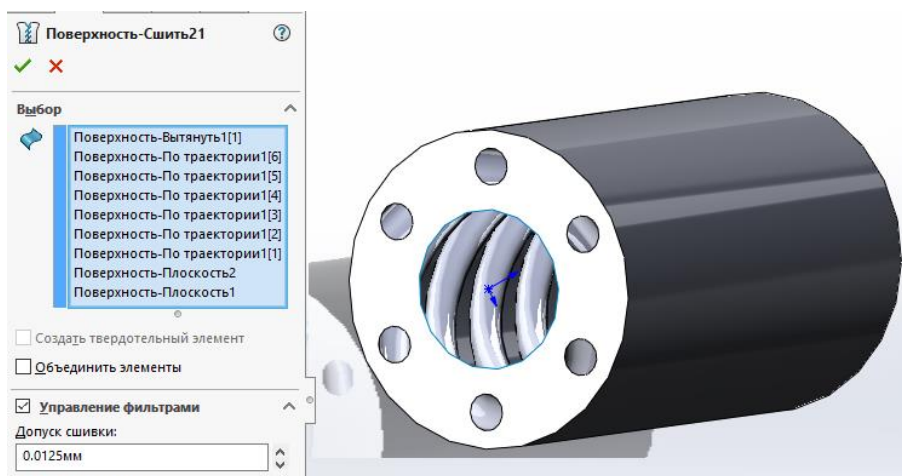

Рис. 15. Сшивка поверхностей внешней оболочки
16.2. Снова используем инструмент *Сшить поверхность* . Выделяем все внешние поверхности, как показано на рис. 15, и нажимаем галочку в верхней части панели .